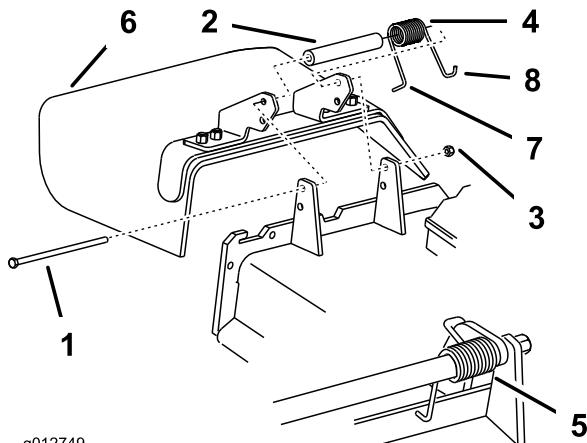

Figure 88
1. Retirez le contre-écrou, le boulon, le ressort et l'entretoise qui fixent le déflecteur aux supports de pivot (Figure 88). Enlevez le déflecteur s'il est endommagé ou usé.
Remarque: Prenez soin de placer l'extrémité en L du ressort derrière le bord du tablier avant de mettre le boulon en place, comme indiqué à la Figure 88.
3. Remettez le boulon et l'écrou. Accrochez l'extrémité en J du ressort au déflecteur d'herbe (Figure 88).